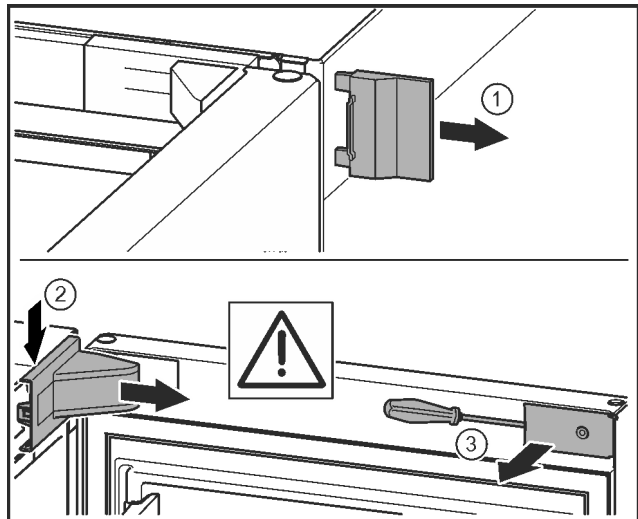

Fig. 21 *
- ▶ Äußere Abdeckung abnehmen. Fig. 21 (1) *
- ▶ Lagerbockabdeckung ausrasten und lösen. Lagerbockabdeckung abnehmen. Fig. 21 (2) *
- ▶ Blende mit Schlitzschraubendreher ausrasten und zur Seite schwenken. Fig. 21 (3) *